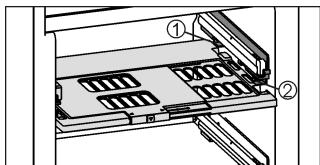

Fig. 7
- ▶ Vochtreguleringsplaat terugplaatsen: dekselranden van de plaat van onder in de achterste houder Fig. 7(1) plaatsen en aan de voorkant in de houder Fig. 7(2) vastklikken.